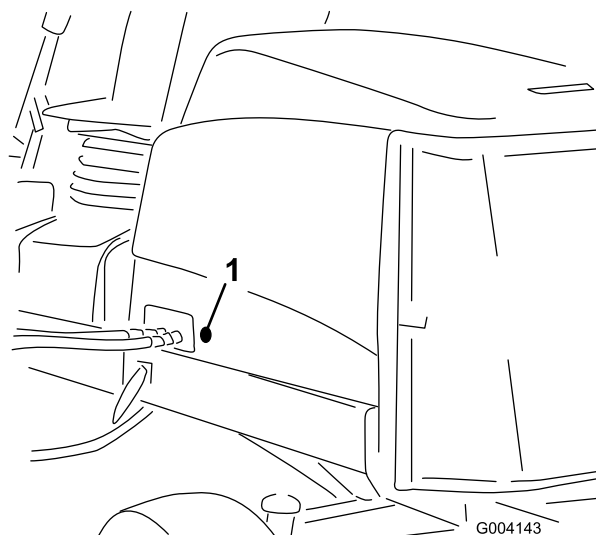

図 16
2. フードの左側についているゴム製のハトメを取り外す（図 16）。